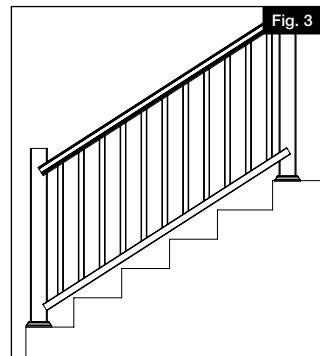
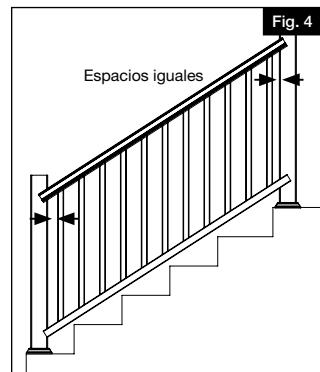
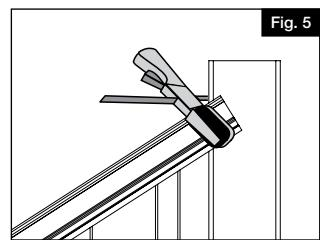

Fig. 3
Fig. 4
Fig. 5
- c. Coloque el tramo de barandal de escalera ensamblado junto a los postes de escalera ya instalados (Fig. 3). Mida la distancia del primer y último barrote hasta los postes superior e inferior, cerciorándose de que la distancia sea igual en ambos lados del tramo de barandal de la escalera (Fig. 4). Fíjelos en su lugar con una pinza (Fig. 5).
Corte el barandal a la longitud deseada. Coloque un soporte en cada extremo de los travesaños superior e inferior (Fig. 3).
Marque cuatro ubicaciones para los agujeros de los tornillos en cada soporte. Coloque el tramo de barandal por un lado y, a continuación, taladre agujeros de $\frac{1}{8}$ " de diámetro en los postes donde está cada marca (Fig. 4).
Fije cada soporte de travesaño superior con cuatro tornillos #10 de 2" (Fig. 5). Fije cada soporte de travesaño inferior con cuatro tornillos #10 de $1\frac{1}{2}$ ".